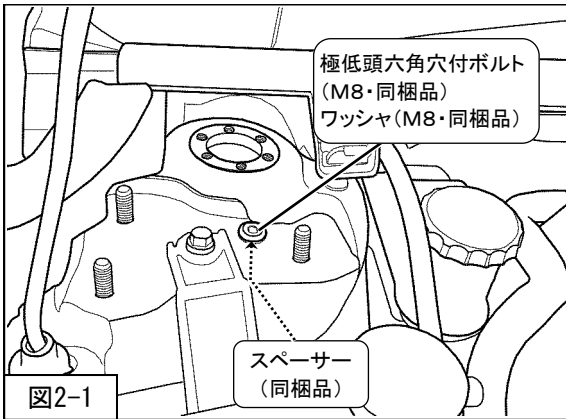

図2-1
を車両に取付けてください。(図2-1)
3. 木片およびジャッキを使用してロアアームを支持し、ボディの穴にアップアマウントASSYの段差を合わせて押しあててください。(図2-1)
4. アップアマウントASSYの穴を、①~④の設定したい位置に合わせ、